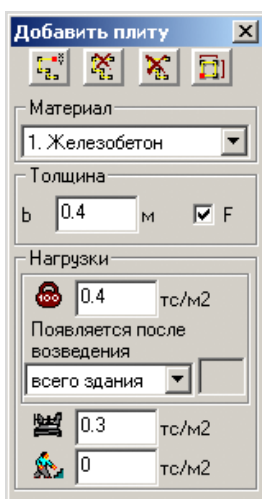

Рис.13.6.3 Окно диалога **Добавить плиту**
- В окне диалога **Добавить плиту** (рис.13.6.3) нажмите кнопку  — **Задать прямоугольную плиту**.